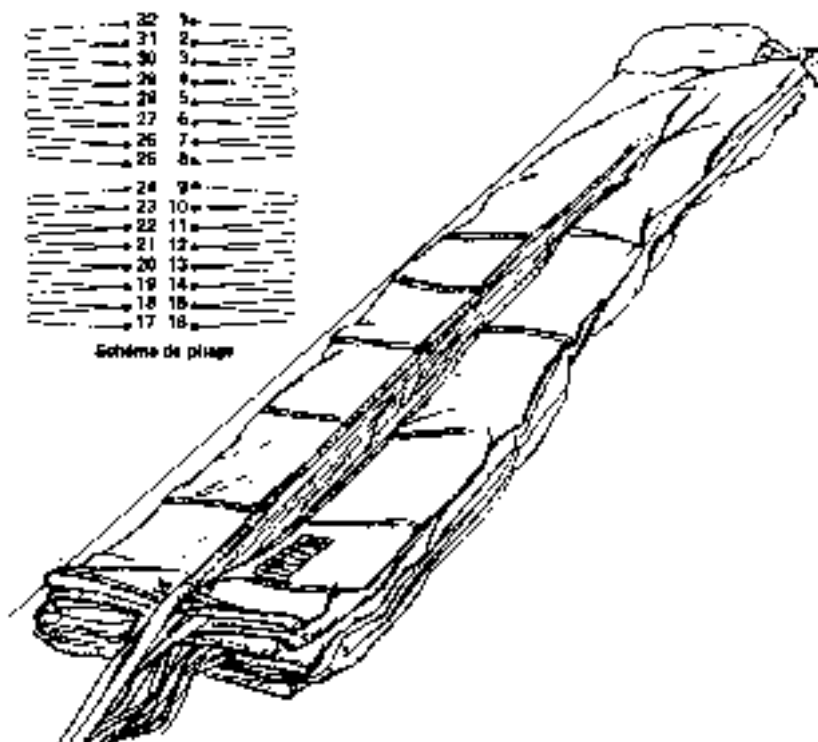

Fig. 4.28 - Pliage des fuseaux n°16 à 9 et 8 à 1
- Effectuer un repassage de la voilure de sorte à aligner les fuseaux et les coutures (fig. 4.28).